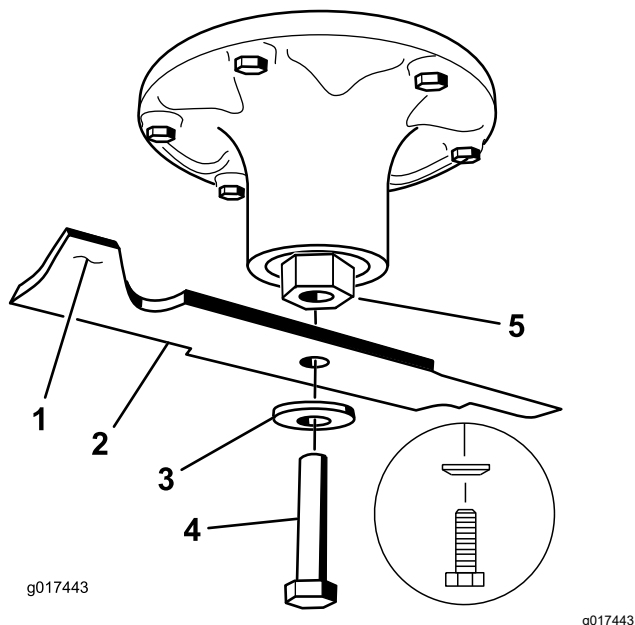

Figura 74
2. Togliete il bullone, la rondella curva e la lama dall'asse del fusello (Figura 74).
1. Montate la lama sull'asse del mandrino (Figura 74).
2. Montate la rondella curva e il bullone della lama (Figura 74).